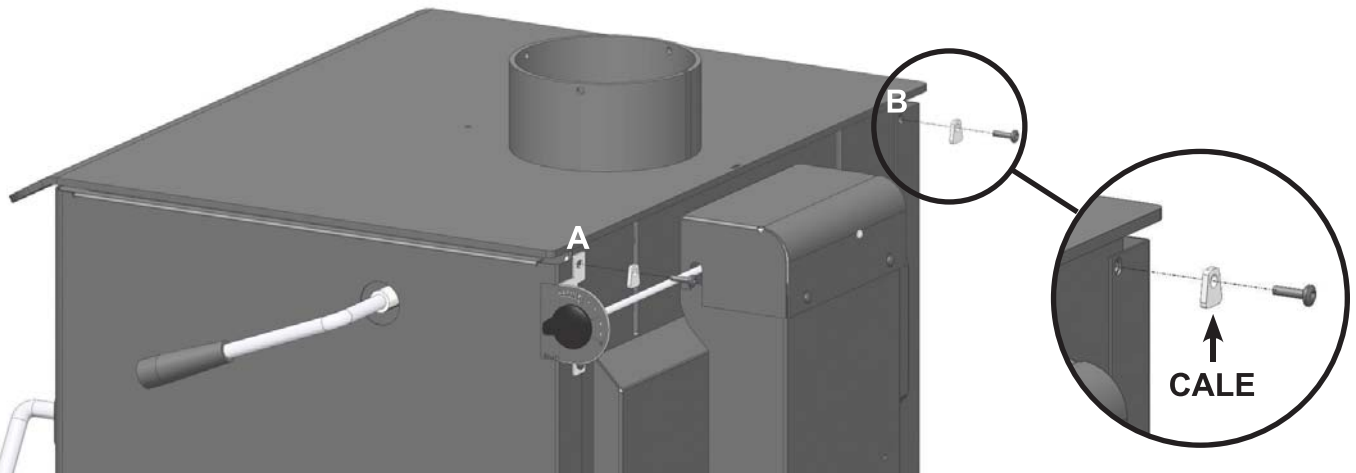

Fig. 1
2. Dévisser les boulons Allen du haut de l'arrière du poêle. (**Fig. 1, A & B**)
3. Boulons filetés avec des cales (inclus dans la trousse) en arrière dans les trous A&B jusqu'à ce que le filetage doit juste se prendre. (**Fig. 1**)